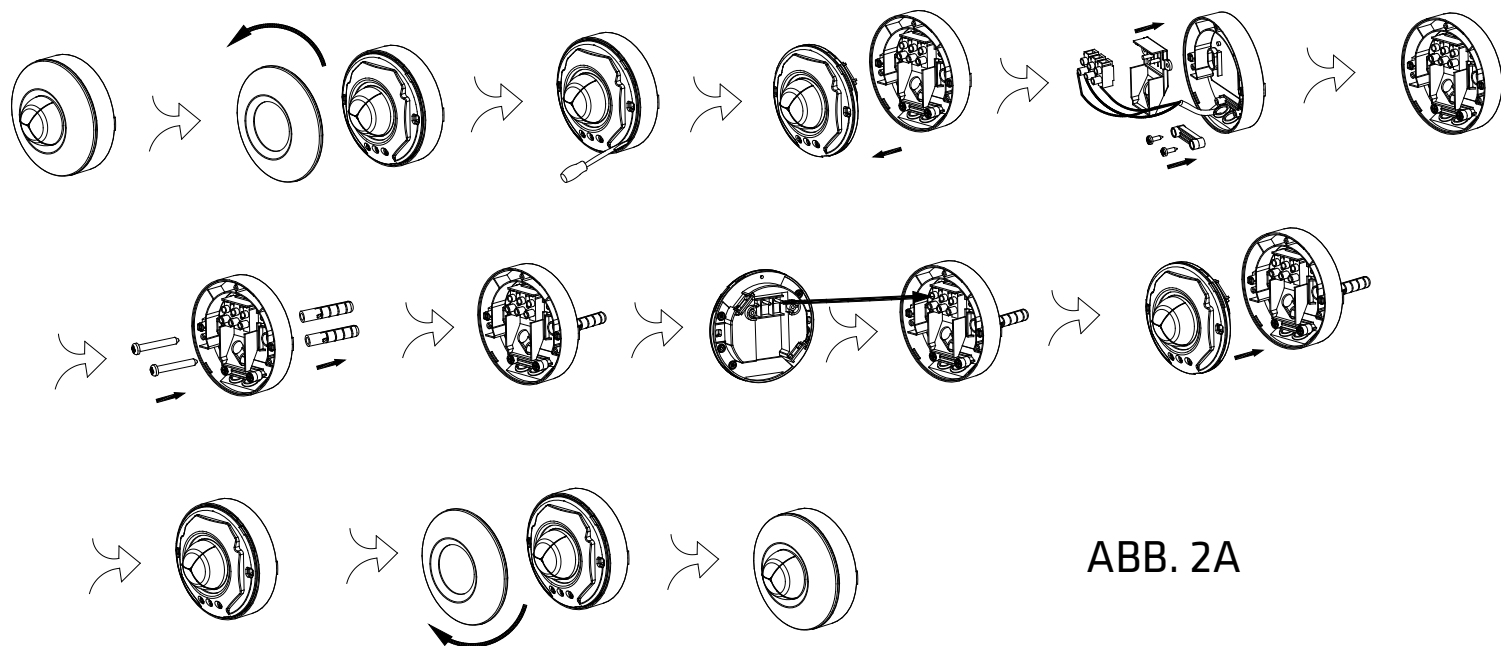
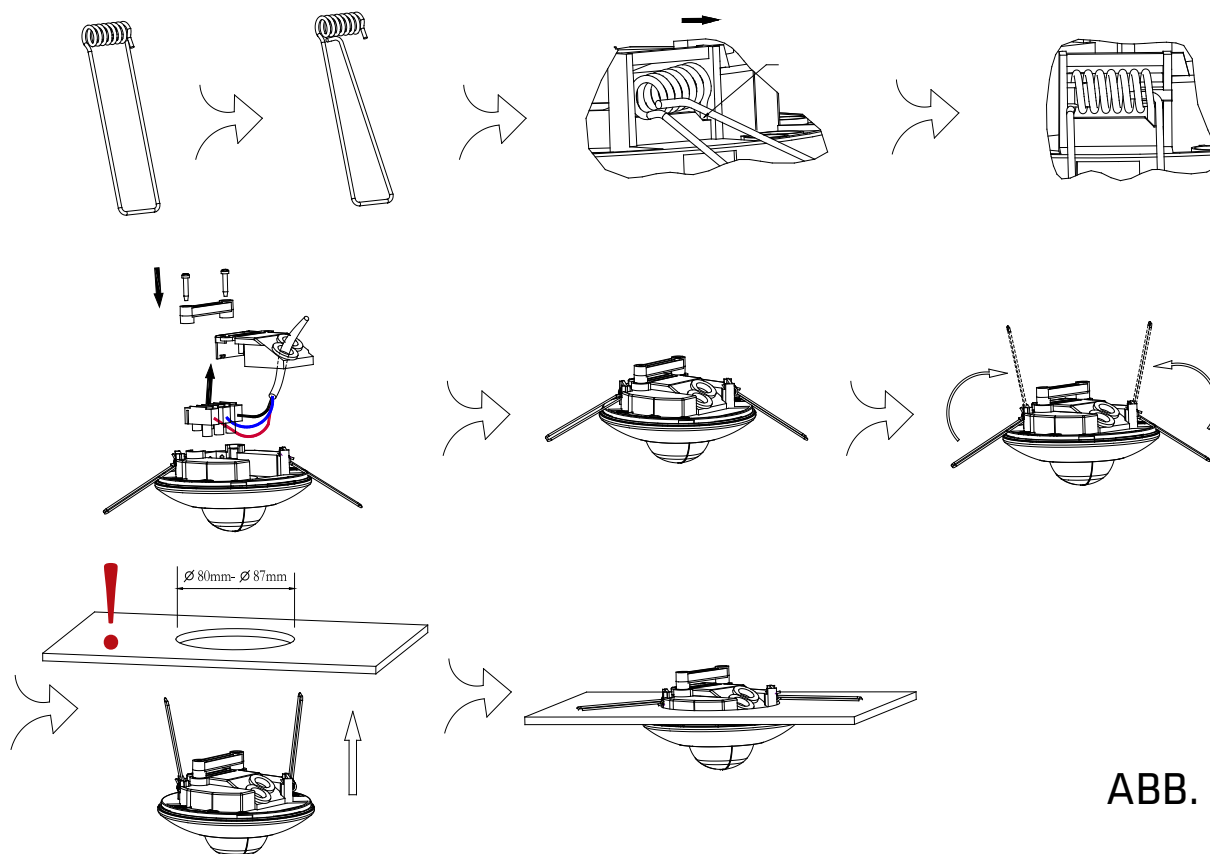

ABB. 2A
ABB. 2B
Vor dem Beginn jeglicher elektrischen Arbeiten sollten Sie sich vergewissern, dass die Stromversorgung getrennt ist, durch Ausschalten und Entfernen der entsprechenden Sicherung. (Siehe Abb. 2A und Abb. 2B)
A. Deckenmontage (Abb. 2A)
B. Einbaumontage (Abb. 2b)
1. Feder auf Position Abb. 2B öffnen